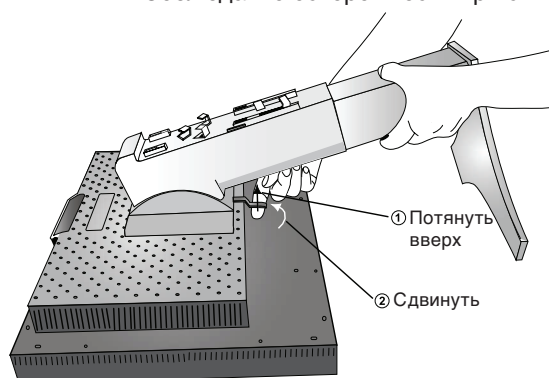

Рисунок S.2
4. Возьмитесь одной рукой за основание, а другой за защелку. Сдвиньте защелку в направлении, указанном стрелками (**Рисунок S.2**).